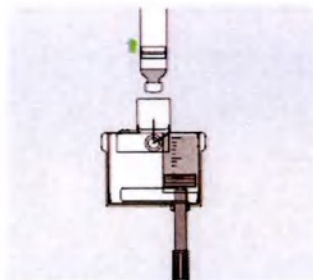

Рисунок 64
6. Извлеките флакон инсулина из переходника для заполнения (рисунок 64).